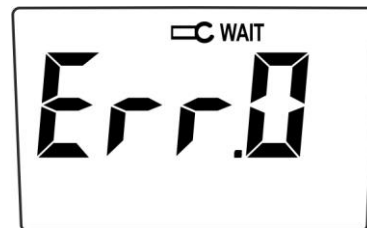

Fig. 4
3. Nel caso in cui durante il processo di calibrazione venga aperto il toroide, l'indicazione "Err.0" è mostrata a display (vedere Fig. 4). Quando il toroide viene richiuso il processo di calibrazione riparte in automatico dall'inizio.